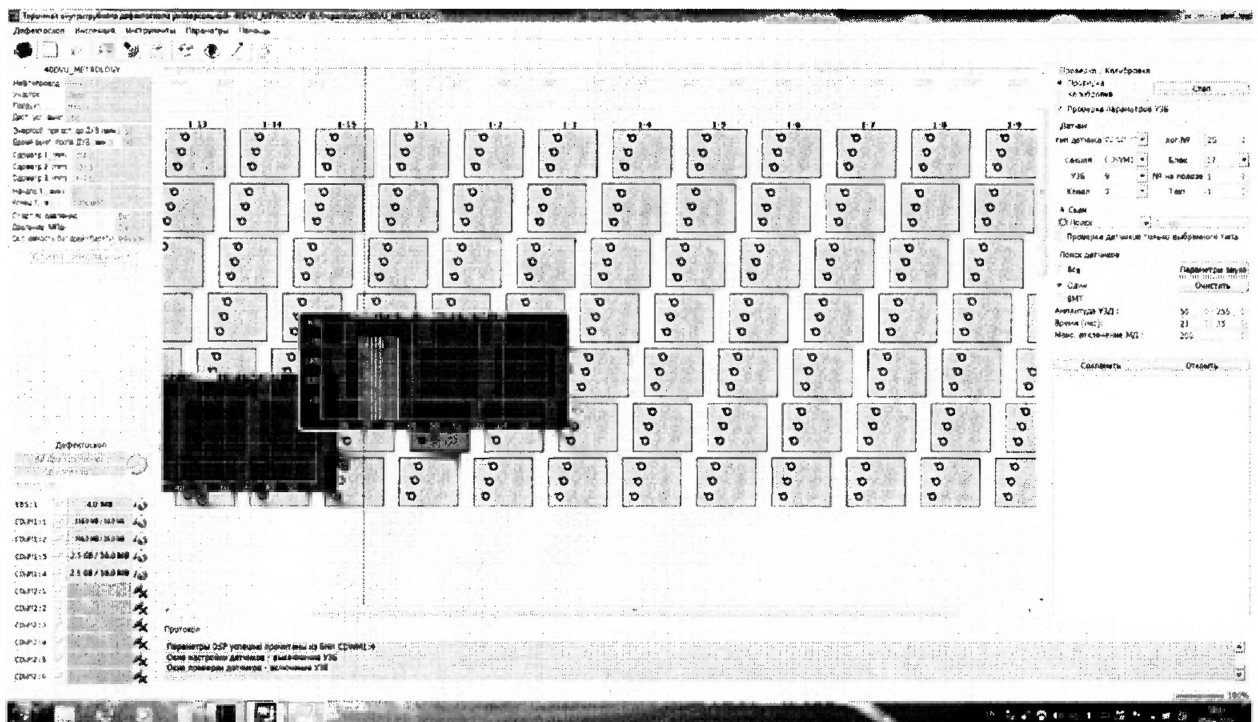

Рисунок 18 – Датчики.
8.4.2.15 В поле «А-Скан» из всплывающего меню выбрать вкладку «Поиск» (Рисунок 18).